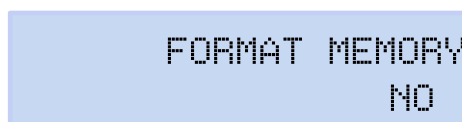

Figura 54: Menu konfiguracji Memory, ekran główny.
**Figura 54** przedstawia ekran główny menu konfiguracji **Memory**, gdzie konfiguruje się pamięć, w której przechowuje się bazę danych.